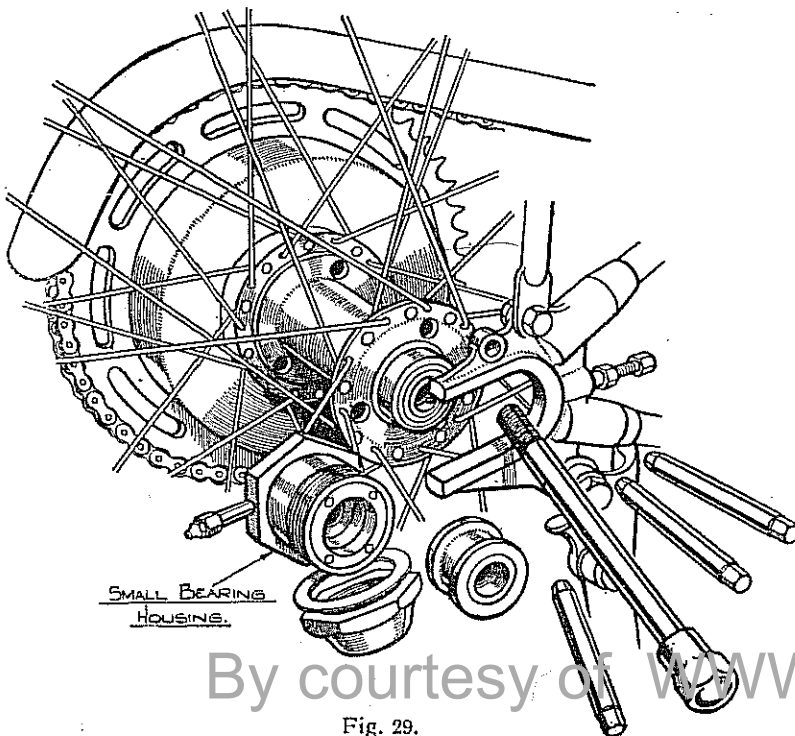

Fig. 29.
59. REMOVAL OF REAR WHEEL. (Fig. 29.)